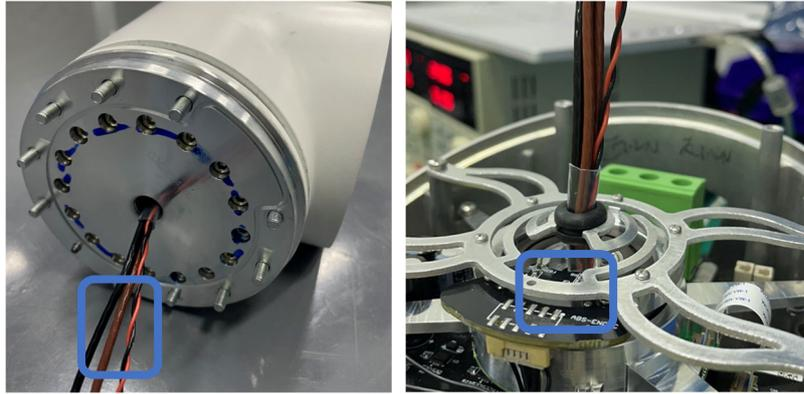

图 3-18 线缆穿到关节上
- 穿线：关节上的线缆和关节首先应注意对应，不能装错，还应注意线缆方向，将线缆从法兰轴一侧穿入，从端盖一侧穿出，穿至指定位置（此位置应使法兰轴端面和束线架端面均有热缩管），如图 3-18 所示：